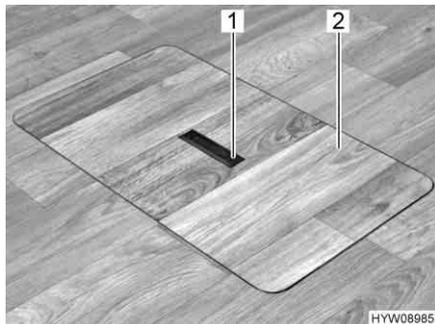
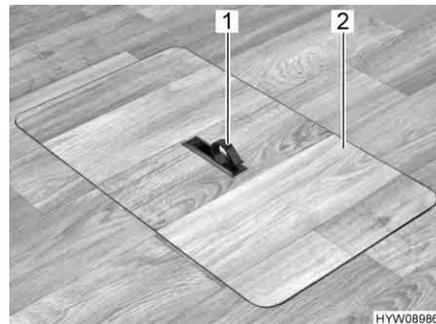

Bild 21 Lock för golvförvaringsfacket (handtag sänkt)
Bild 22 Lock för golvförvaringsfacket (handtag utsvängd)
- Tryck nedåt på ena sidan av gripplattan (Bild 21,1). Handtaget (Bild 22,1) svängs upp.
- Ta bort locket (Bild 22,2) uppåt.
- Sätt locket (Bild 22,2) i ramen i golvet.